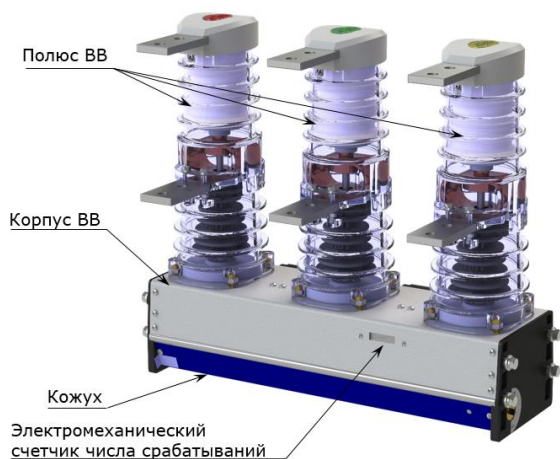

Рисунок 2 – Основные компоненты ВВ исполнений ВВ 1XX – 6XX с полюсами базовыми (двухсоставными)
1.4.2 ВВ состоит из трех полюсов базовых (двухсоставных) или уменьшенных (односоставных), жестко закрепленных на верхней части корпуса (см. рис. 2, 3). Каждый полюс ВВ представляет собой сборную конструкцию из прочного электроизоляционного материала.